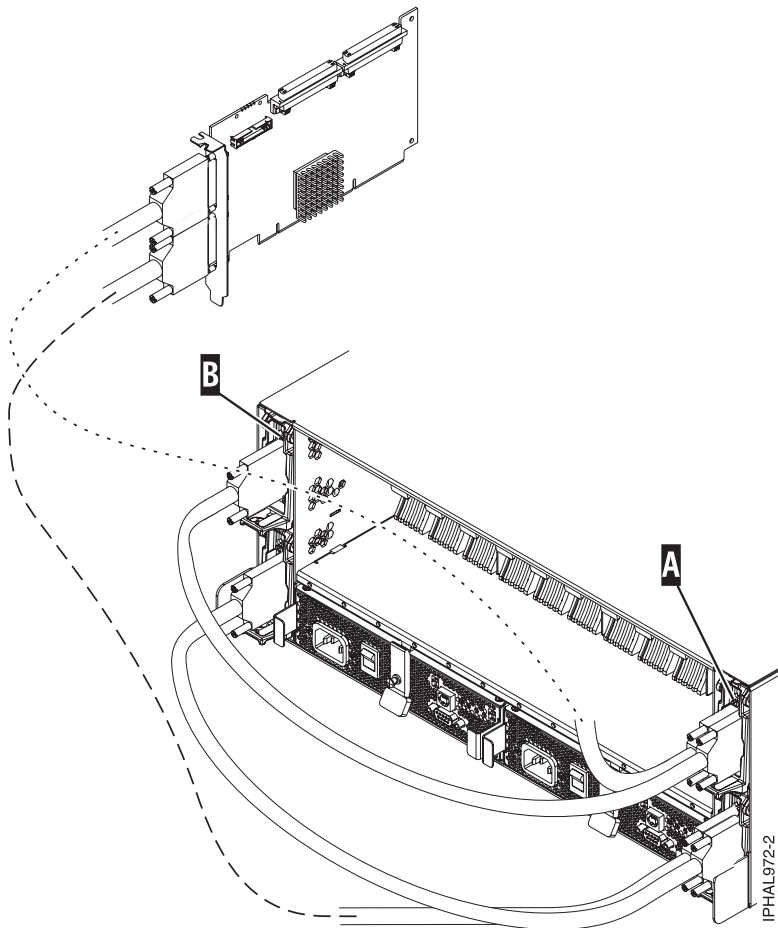

Figure 20. Câble SCSI reliant une carte répéteur double connectée à une carte répéteur simple
- Si vous utilisez à la fois des cartes répéteur simples et doubles, branchez un câble SCSI à la carte répéteur initiateur double (A). Connectez ensuite la carte répéteur double (A) à la carte répéteur simple (B) en utilisant un autre câble SCSI. Pour plus d'informations, voir figure 20, à la page 56.